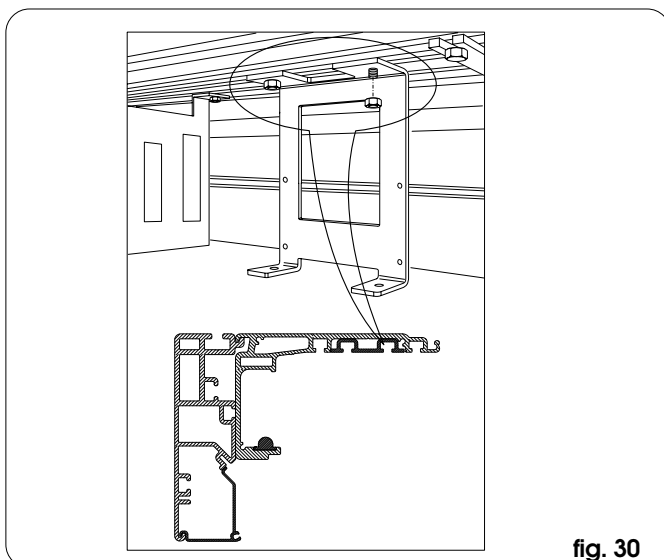

fig. 30
- Montare la staffa centrale utilizzando le due viti presenti sul modulo di azionamento (fig. 30).